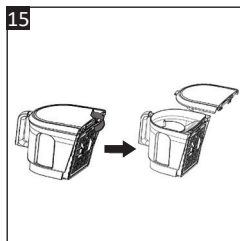

Fig. 15
2. En la parte posterior de la tapa del depósito de polvo, presione el botón de liberación de la tapa ubicado en el centro y tire del botón hacia arriba para quitar la tapa (Fig. 15).